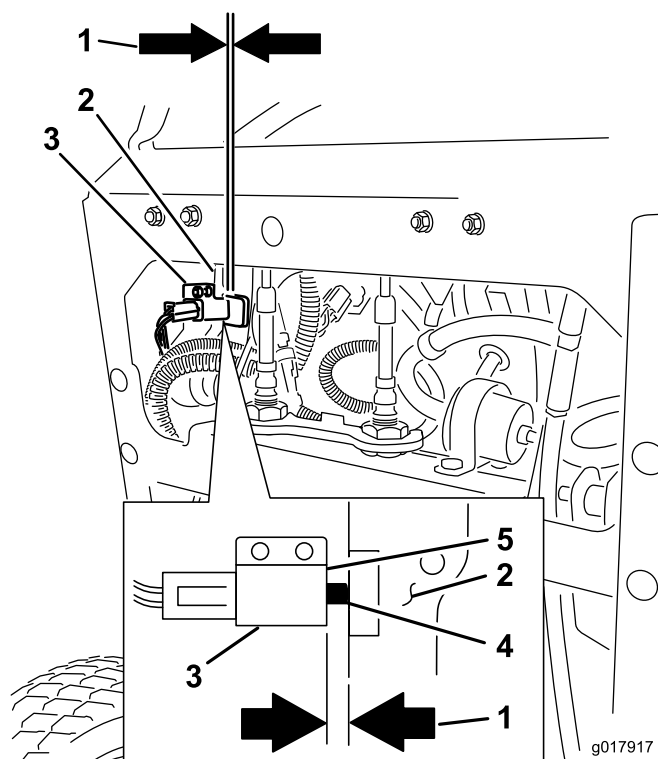

Figure 67
11. Une fois le frein réglé, vérifiez l'interrupteur du levier (Figure 67).
12. Vérifiez l'écartement entre le levier de frein et l'interrupteur, comme montré à la Figure 67.